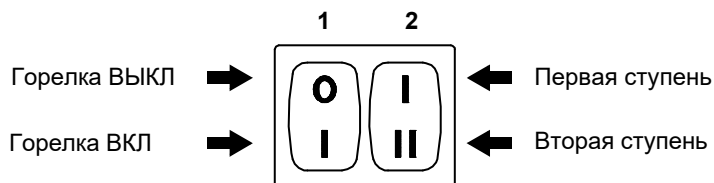

рис. 28
- переключатель 1) (рис. 28) в позицию “Горелка ВКЛ”;
- переключатель 2) (рис. 28) в позицию “Первая ступень”.
МАКСИМАЛЬНАЯ мощность должна быть выбрана в пределах диапазона мощностей, указанного на стр. 9. В описании выше мы оставили горелку включенной на 1-й ступени. Теперь включите переключатель 2) (рис. 28) в положение 2-й ступени: серводвигатель откроет воздушную заслонку и одновременно газовый клапан на 90°.
Поверните переключатель 2) Рис. 28 на стр. 25 в положение 1-й ступени: серводвигатель 1) закроет воздушную заслонку и одновременно закроет газовый дроссельный клапан на 15° (т.е. до заводской настройки).
– Если необходимо увеличить расход, перейдите ко 2-му этапу, активировав переключатель 2) Рис. 28 на стр. 25, и слегка увеличьте угол наклона оранжевого рычага небольшими, регулярными движениями (например, переместите его от 20° до 22° - 24°....). Теперь вернитесь к 1ой ступени и измерьте расход газа.
- выключите горелку с помощью переключателя 1) Рис. 28 на стр. 25;